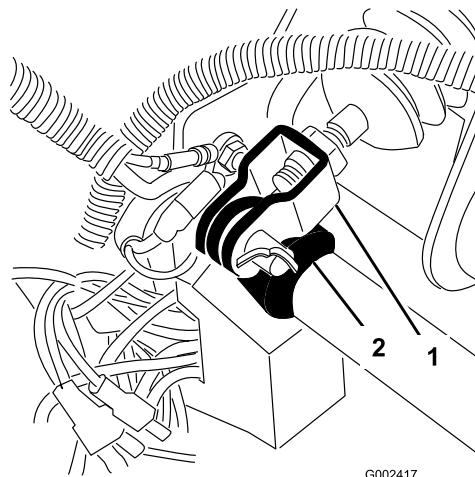

図 64
1. マスターシリンダ・ヨークをブレーキペダルのピボットに固定しているコッターピンとクレビスピナを取る（図 64）。
3. ヨークをマスターシリンダ・シャフトに固定しているジャムナットをゆるめる（図 64）。